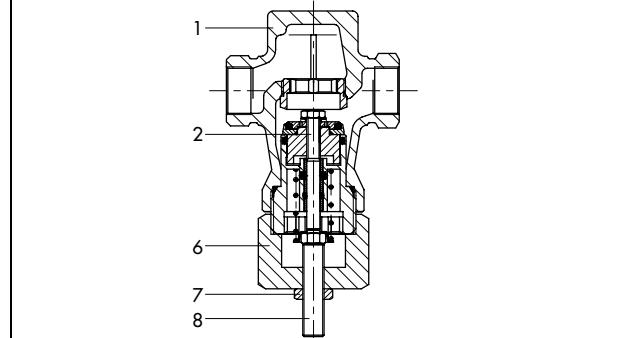

Fig. 5 · Vanne type 2431 K avec commande manuelle
**Commande manuelle** (fig. 5) : montée directement sur la vanne. La tige filetée (8) agit sur la tige de clapet (2) de la vanne de réglage. La rotation de la tige filetée (8) entraîne la modification de la position du clapet déterminée par le débit du fluide caloporteur. Cette position peut être bloquée à l'aide d'un contre-écrou (7).